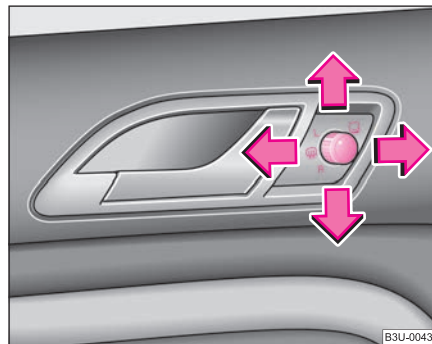

Fig. 53 Interiorul ușii:
- Aduceți butonul rotativ în poziția  => fig. 53.
Când butonul rotativ se află în poziția **R** ⇒ pagina 70, fig. 53 și se selectează treapta de marșarier, suprafața oglinzii se basculează puțin în jos. Astfel în timpul parcării este asigurată vizibilitatea spre bordură.
- Aduceți comutatorul de reglare a oglinzilor exterioare în poziția **R** ⇒ pagina 70, fig. 53.